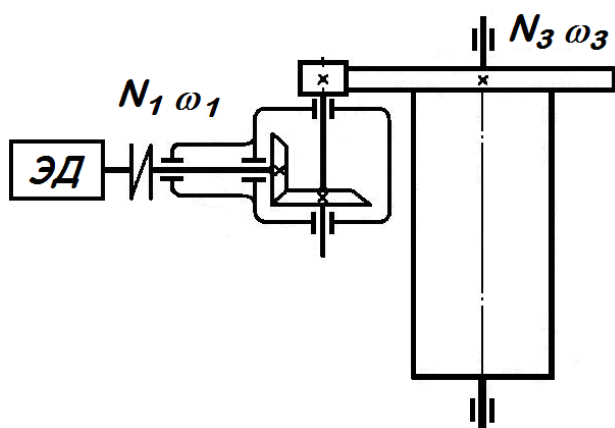

Рис. 31
3. Рассчитать коническую зубчатую передачу редуктора и открытую цилиндрическую зубчатую передачу привода шаровой мельницы (рис. 31). Мощность на зубчатом колесе мельницы  $N_3$ , угловая скорость его  $\omega_3$  и передаточное число привода  $u$  приведены в табл. 30. Срок службы передачи 30 000 ч.
4. По данным предыдущей задачи 3 рассчитать ведущий вал редуктора (рис.31) и подобрать для него по ГОСТ 8338-75 подшипники качения. Расстояниями между подшипниками, а также между шестерней и подшипником задаться. Ведущий вал